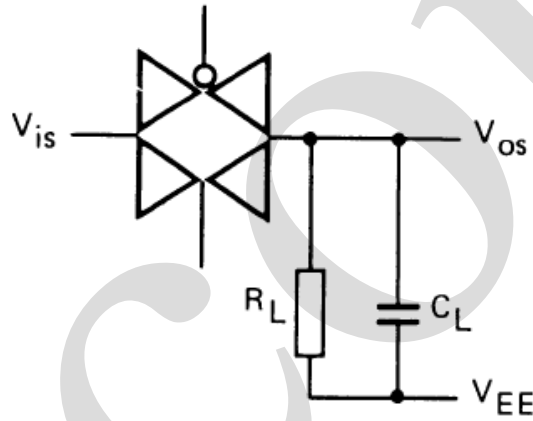

图 4
- $R_L=10K\Omega$; $C_L=15pF$; 通道开; $V_{is}=V_{DD (P-P)}/2$ (正弦波, 在 $V_{DD}/2$ 处对称), $f_{is}=1KHz$; 如图 4 所示
- $R_L=1K\Omega$; $C_L=5pF$; 通道关; $V_{is}=V_{DD (P-P)}/2$ (正弦波, 在 $V_{DD}/2$ 处对称); $20lg(V_{os}/V_{is})=-50dB$; 如图 4 所示
- $R_L=1K\Omega$; $C_L=5pF$; 通道开; $V_{is}=V_{DD (P-P)}/2$ (正弦波, 在 $V_{DD}/2$ 处对称); $20lg(V_{os}/V_{is})=-3dB$; 如图 4 所示